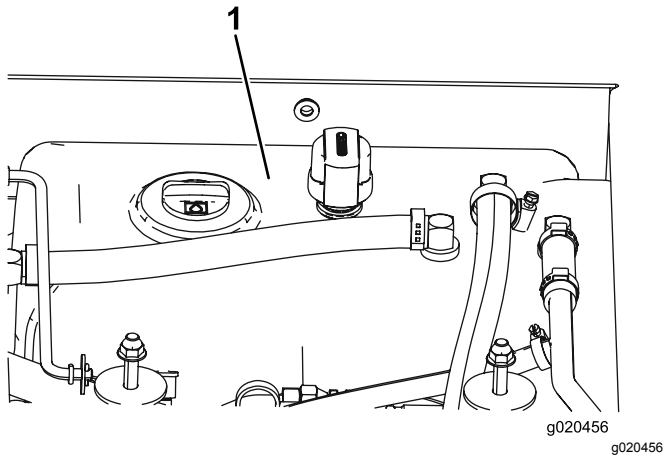

Figura 116
- Llene el depósito (Figura 116) con fluido hidráulico; consulte Cómo cambiar el fluido hidráulico (página 78).